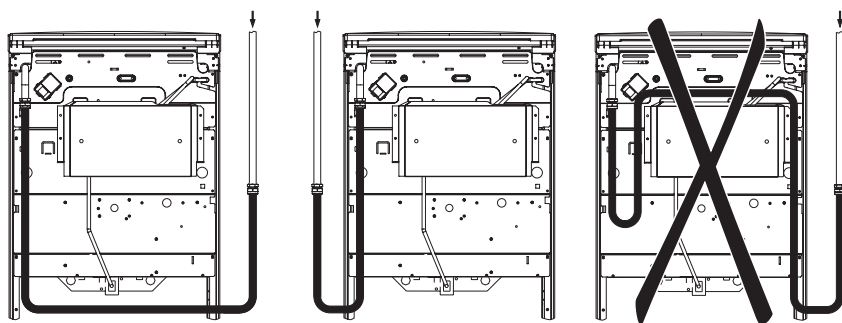

рис. 6
- гибкий соединительный рукав не должен проходить в зоне горячего воздуха дымохода и касаться задней стенки плиты (рис. 6);
**Помните!** После установки плиты на место обязательно проверьте положение гибкого шланга подвода газа и шнура питания (рис. 6). Они не должны проходить над дымоходом и касаться задней стенки плиты. Во время работы духовки там возникает высокая температура, которая может их повредить.